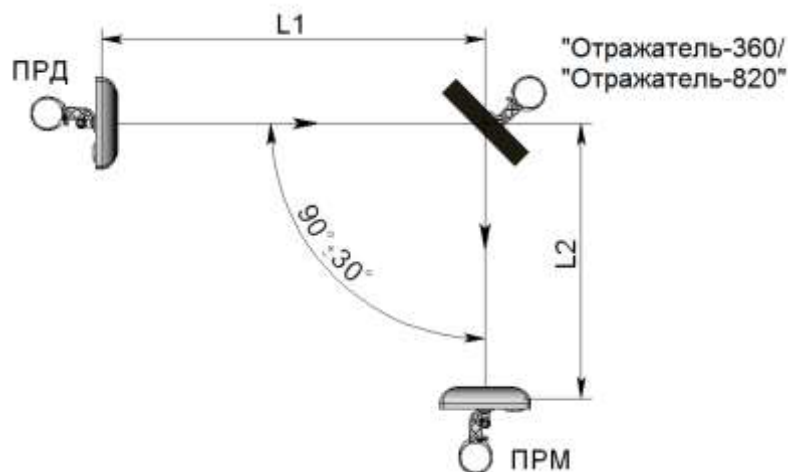

Рисунок 2.15 – Установка извещателей с применением отражателя «Отражатель-360» («Отражатель-820»)
2.3.9.2 При работе извещателей «ФОРТЕЗА-50А», «ФОРТЕЗА-100А», «ФОРТЕЗА-200А» с «Отражателем-360» (см. рисунок 2.15) суммарная длина зоны обнаружения $L1+L2$ (где $L1$ – расстояние между блоком ПРД и отражателем, $L2$ – расстояние между отражателем и блоком ПРМ) не должна превышать: